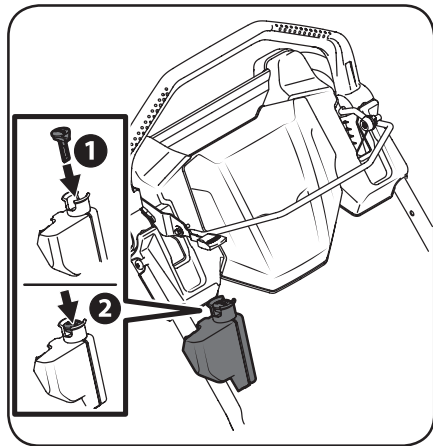

Figure 3-2
1. Insérez la clé de démarrage dans le réceptacle sur le côté droit de la poignée supérieure. Assurez-vous que la clé s'enclenche bien. Voir Figure 3-2.